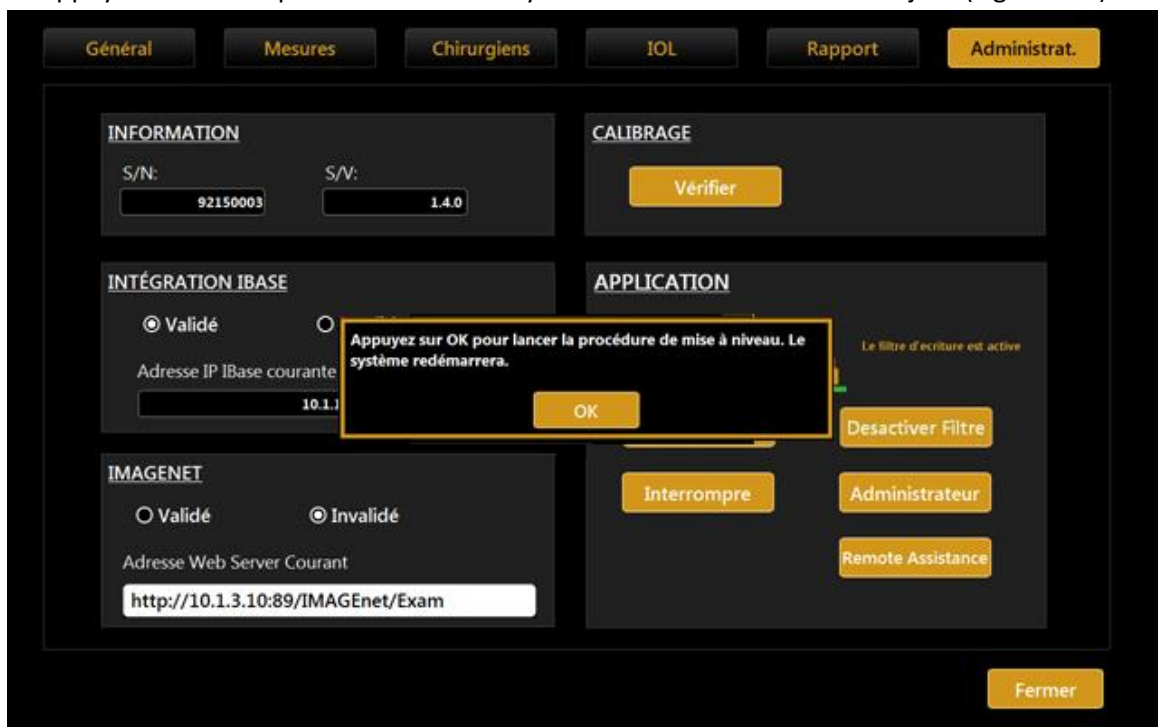

Figure 100
8. Appuyer sur « OK » pour redémarrer le système et commencer la mise à jour (Figure 100).